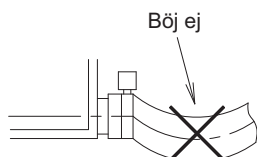

Bild 27
- Böj inte dräneringsslangen (1) inuti enheten. (Se bild 27) (Det kan ge upphov till onormala ljud, t.ex. bubblande.) (Om dräneringsslangen (1) böjs kan det skada insugsgallret.)